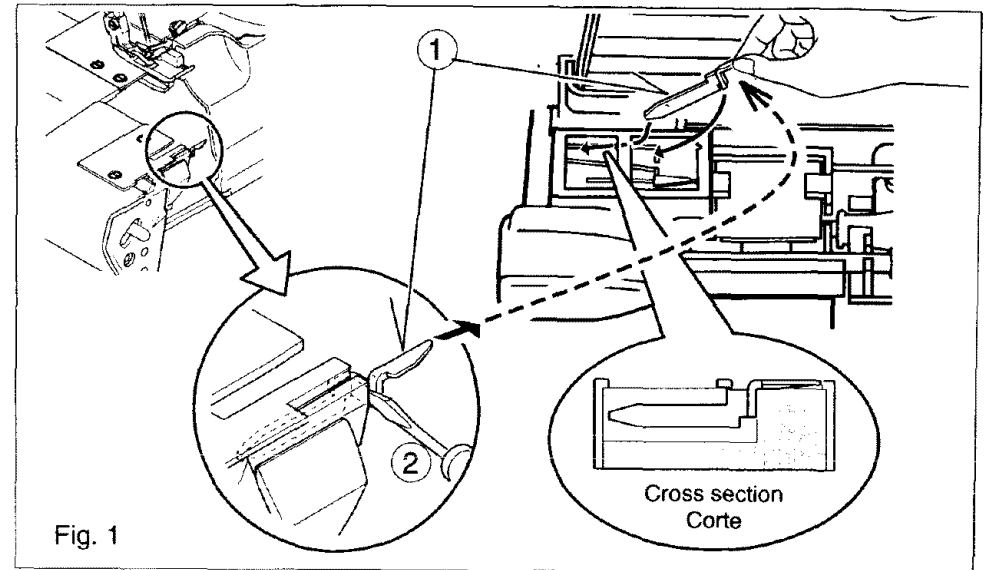

Fig. 1
3. Remove the stitch finger (1) from the needle plate with the screw driver (2) (Fig. 1). Store it in the front cover or accessory bag.
3. Quitar el dedo de puntada (1) de la placa de aguja usando el destornillador (2) (Fig.1). Guardarlo en la tapa frontal o en el bolso de accesorios.